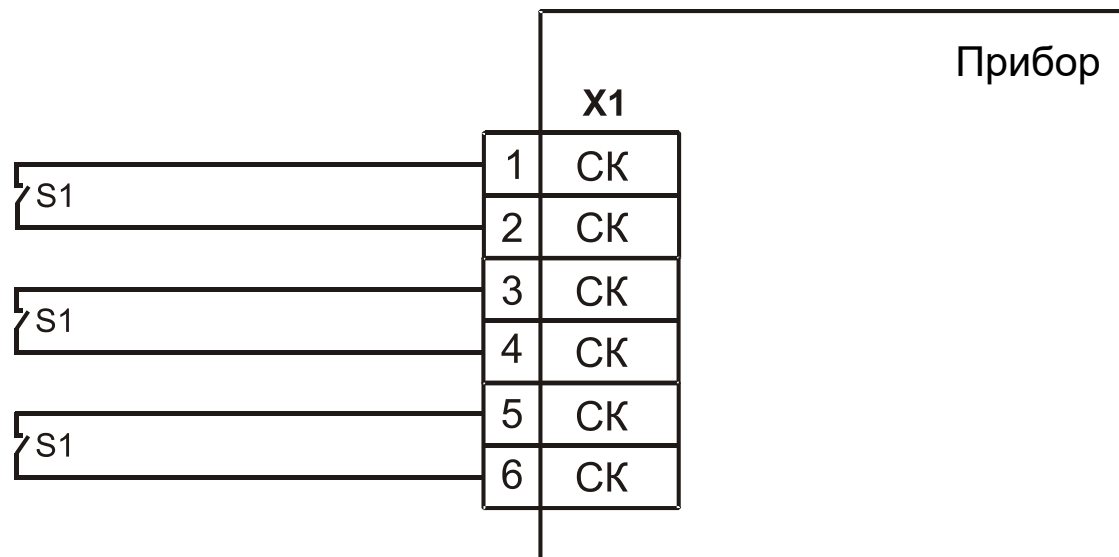

Рис. 10.2 – Схема подключения внешних контактов к прибору
10.2 Подключение внешних контактов (рис. 10.2) к прибору.